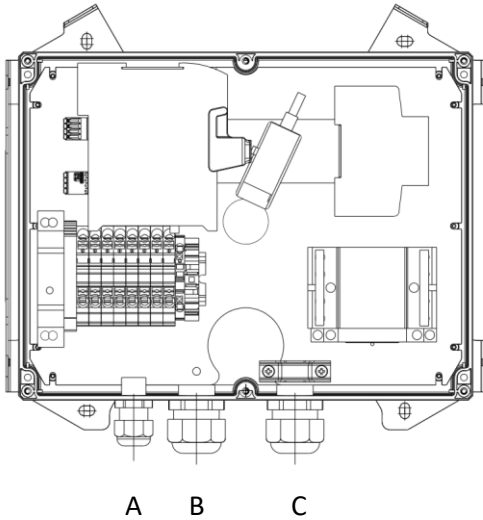

Abbildung 5: Elektrokleinverteiler
2. Führen Sie die elektrisch abgesicherte Zuleitung durch die dafür vorgesehene Kabelverschraubung (Abbildung 5, Anschluss B). Achten Sie dabei auf eine ausreichende Kabellänge innerhalb des Elektrokleinverteilers.
1. Führen Sie das Netzkabel durch die dafür vorgesehene Kabelverschraubung (Abbildung 5, Anschluss A). Achten Sie dabei auf eine ausreichende Kabellänge innerhalb des Gerätes.